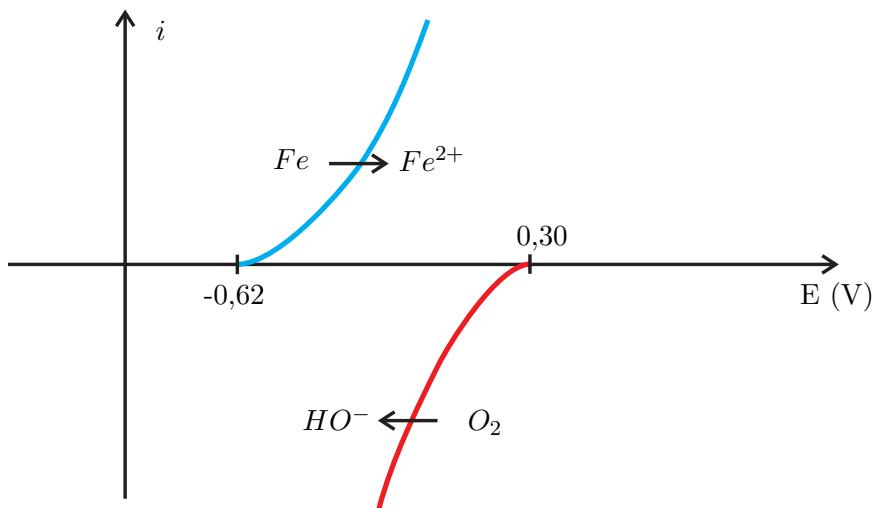

Figure 14 – Courbe intensité potentiel
**34.** En s'aidant de la figure 14, indiquer graphiquement sur le document réponse 2 associé le point de fonctionnement de cette micropile. On notera  $i_{cor}$  le courant de court-circuit correspondant au courant de corrosion, et  $E_{cor}$  le potentiel de corrosion. Evaluer le potentiel de corrosion  $E_{cor}$ .